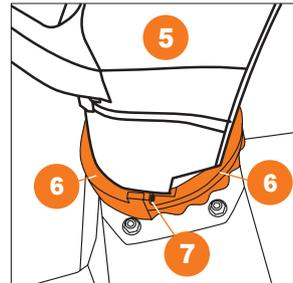

Рис. 12
- Установите желоб **5** на отверстие выброса снега корпуса снегоуборщика. Установите пружинную пластину, зафиксируйте её и желоб двумя пластиковыми зажимами **6** до щелчка, скрепите их саморезами **7** (Рис. 12).